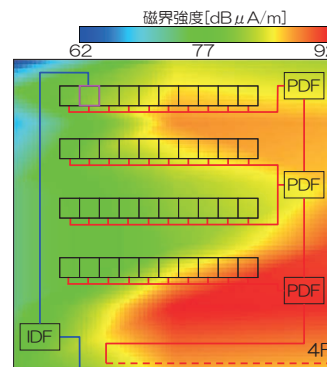

図8 180kHzの磁界強度分布
また、スペクトラムアナライザ (Rohde & Schwarz PR100) とループアンテナ (ETS-LINDGREN 6512) を使用し、データセンター内の180kHzの磁界強度を測定しました。その結果、PDF側で最大79dBμA/mのノイズを確認しました (図8)。さらに、サーバの電力ケーブル側とISDN回線側では、電力ケーブル側のノイズが小さいこと、ISDN回線をIDF (測定点④) から切り離してもノイズに変化がないことを確認しました。